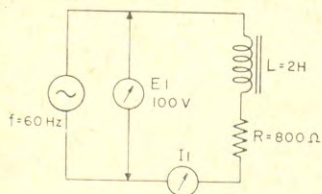

Figura 33
2.º) Vamos resolver o caso da figura 33, onde temos R e L em série.
Representação vetorial dos valores da figura 33.